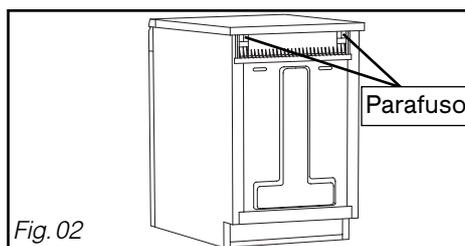

Fig. 02
- Desmontar o tabuleiro superior desapertando os dois parafusos situados debaixo da extremidade do tabuleiro superior (fig. 02).